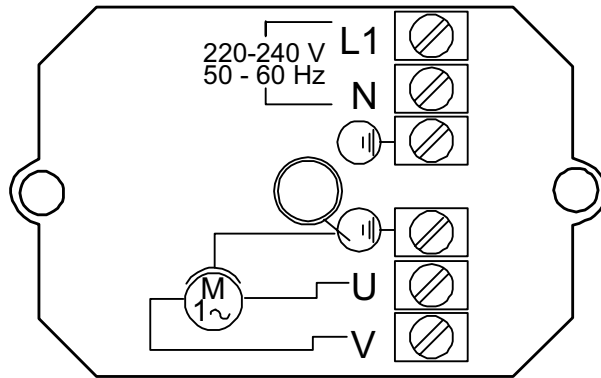

Fig. 4
- Kabel podłączeniowy dla prądu jednofazowego (EM): 3 x 1,5 mm² (średnica kabla min. 6 mm, maks. 9 mm).
- W celu zapewnienia ochrony przed kapiącą wodą oraz odciążenia dławika kabla przed rozciąganiem należy zastosować przewód podłączeniowy o wystarczającej średnicy (np. 05 VV-F 3 (7) G 1,5 lub AVMH-I 3 (7) x 1,5).
- Połączenia wykonać zgodnie z rys. 4 (schemat połączeń na spodzie pokrywy skrzynki zaciskowej).